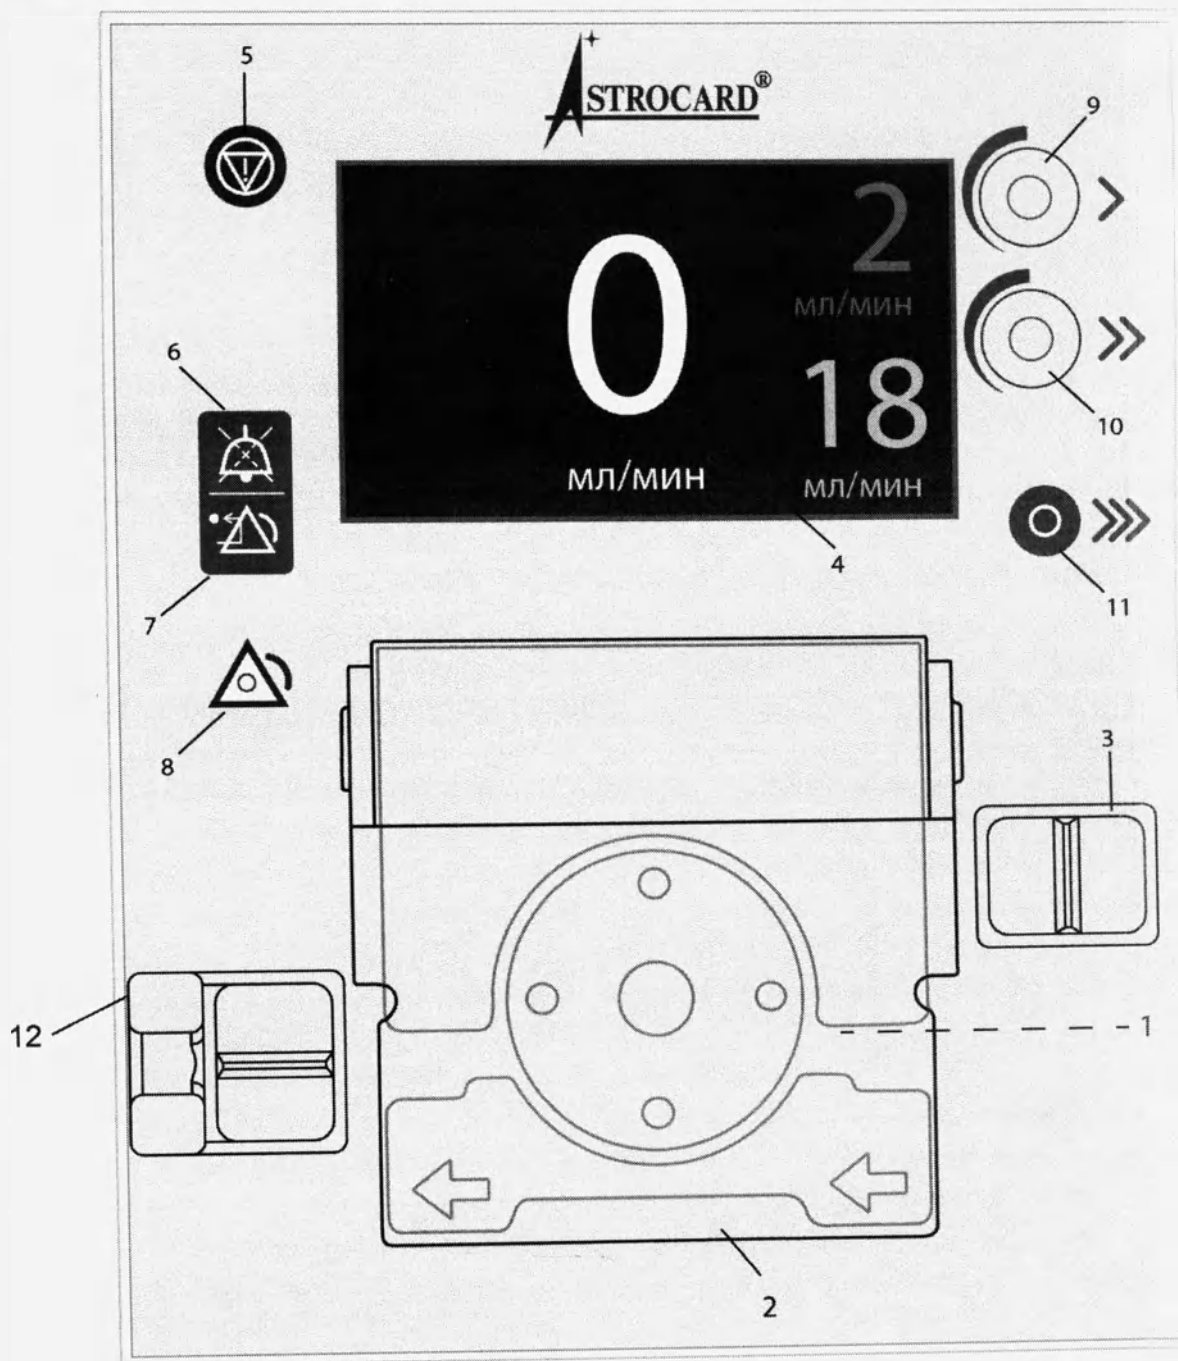

Рисунок 1 – Элементы передней панели
4. Откройте прозрачную крышку насоса (№2 на рис. 1) и вставьте инфузионную магистраль как показано на рисунке 5 или на рисунке 6. Направление потока жидкости показано стрелками (насос крутится по часовой стрелке). Магистраль должна проходить через один датчик пузырьков соответствующего типа (датчик №3 на рис.1 для инфузионной магистрали производства «Байосенс Вебстер, Инк» или датчик №12 на рис.1 для инфузионной магистрали производства «Сент Джуд Медикал, Инк»).
Для включения насоса в низкоскоростном режиме орошения необходимо зажать рукоятку (кнопка 9 на рис.1) на лицевой панели на 3 сек. Текущая скорость регулируется путем вращения рукоятки.
Для включения насоса в высокоскоростном режиме орошения необходимо зажать рукоятку (кнопка 10 на рис.1) на лицевой панели на 3 сек. Текущая скорость регулируется путем вращения рукоятки.
2. Нажмите и удерживайте кнопку промывки (кнопка 11 на рис.1) на лицевой панели. Убедитесь, что пузырьки воздуха отсутствуют в магистрали.